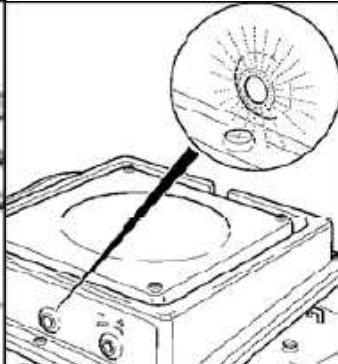

Fig 3
- Si pendant le fonctionnement le voyant vert (voir Fig. 3) reste toujours allumé et la température est insuffisante essayez de la réguler tout en gardant la situation sous contrôle. Si la température dépasse d'une ou deux lignes la ligne rouge et que même au bout d'une dizaine de minutes elle ne semble pas vouloir diminuer et que le voyant vert est éteint, essayez de la réguler, après vous être assurés qu'il n'y aille aucun danger. Si ceci n'est pas possible, éteignez la couveuse et contactez votre revendeur.